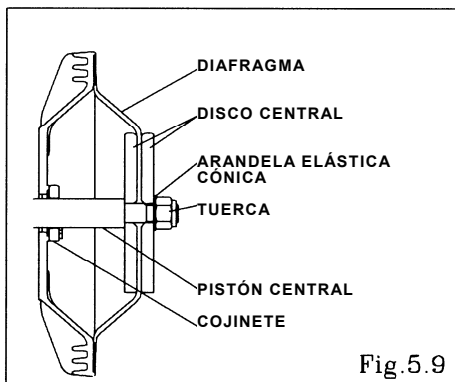

Fig.5.9
- Coloque una tuerca doble en un extremo del pistón central y quite el diafragma y el disco central del extremo opuesto. [Fig. 5.9]
- Inserte el cojinete (excepto en NDP-80). (consulte Fig. 5.9)
- Desplace el disco central hacia un lado (excluidos los tipos B\_H, B\_S, consulte [Fig. 5.9]).